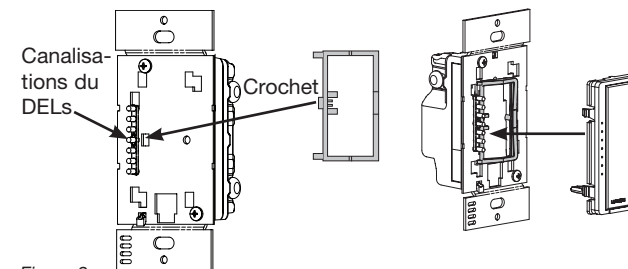

Figure 3
- b. Appuyez fermement sur le cadre au niveau du crochet et il s'enclenche en place lorsque bien positionné. Voir la Figure 3.
4. Installez le nouvel ensemble de l'interrupteur d'actionnement. Poussez l'ensemble sur la commande en veillant à ne pas déloger le cadre en plastique transparent situé en dessous. Appuyez fermement sur chaque clip pour le verrouiller en place. Voir la Figure 3.